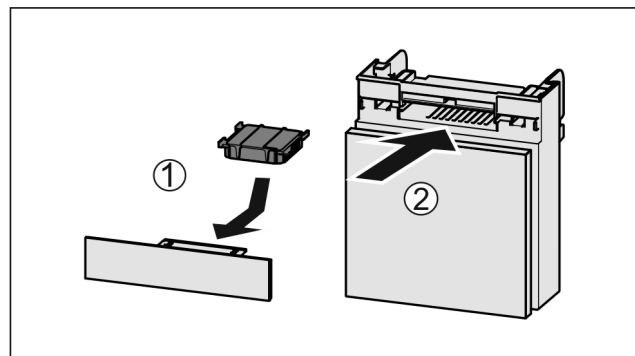

Fig. 135
- Filtr s aktivním uhlím vložte podle vyobrazení Fig. 135 (1).
- Zásuvku zasuněte Fig. 135 (2).